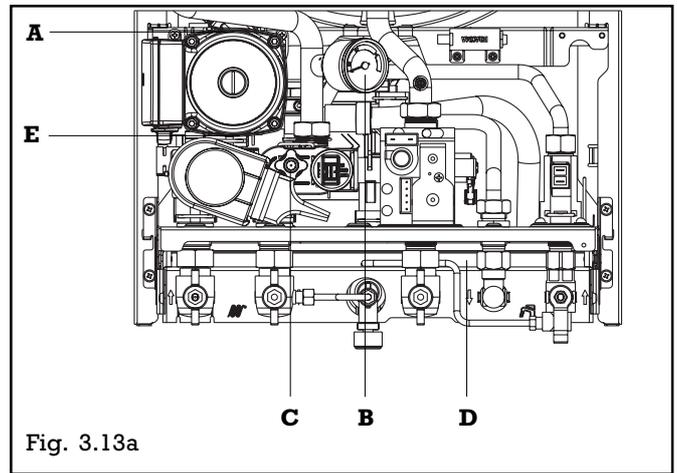

Fig. 3.13a
- ouvrir de 2 ou 3 tours le bouchon du purgeur d'air automatique (A) (fig. 3.13a)
- Dévisser le robinet de vidange de l'installation (C), l'eau s'écoulera par le collecteur d'évacuation (D) (fig. 3.13a)